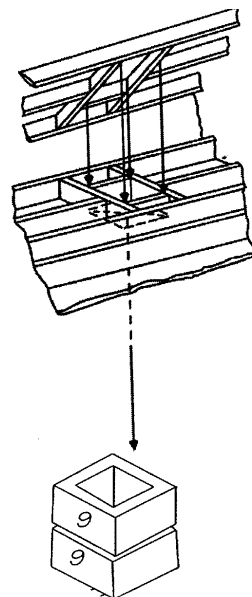

Figure 3. Pénétration du toit
- A. Mesurez par rapport à tous les côtés du clou et marquez l'ouverture requise, puis découpez un trou dans le toit. N'oubliez pas que le trou est mesuré à l'horizontale, puis projeté. Le trou pourra alors être plus grand, selon la pente du toit. Voir la Figure 3.